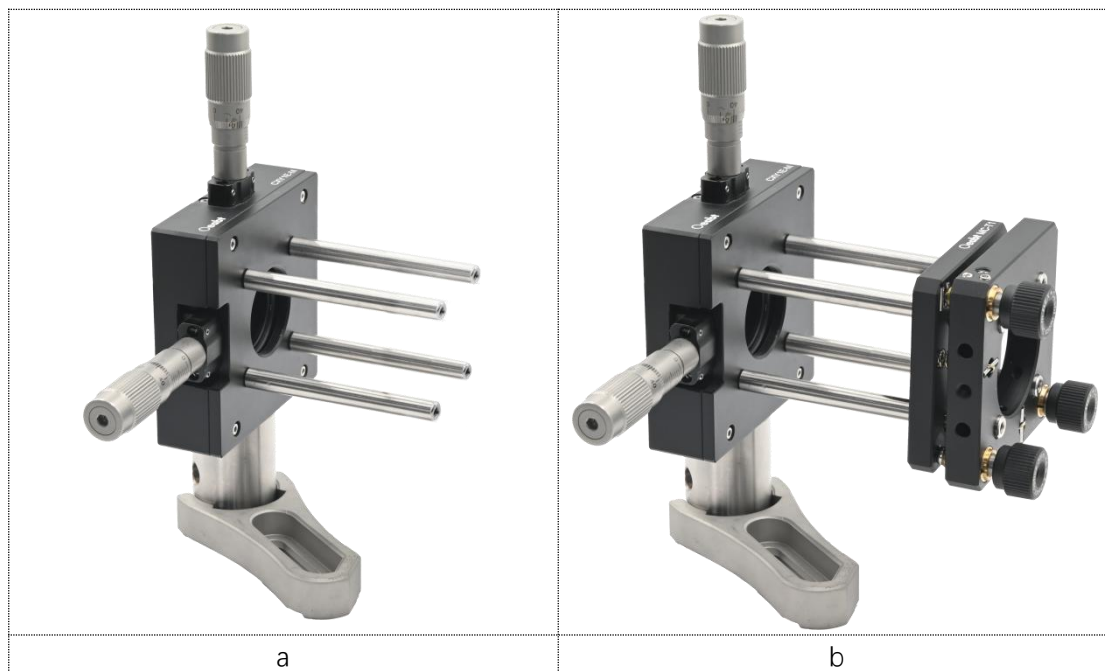

图 4-2
②、将四根“PCM-S76 笼杆”对应拧接“XY 调整架”前面板处的 4-40 螺孔，图 4-2-a;然后把“笼式调整镜架”顺着笼杆安装到“XY 平移架”前方，并旋紧侧面紧定螺丝固定当前位置，图 4-2-b。